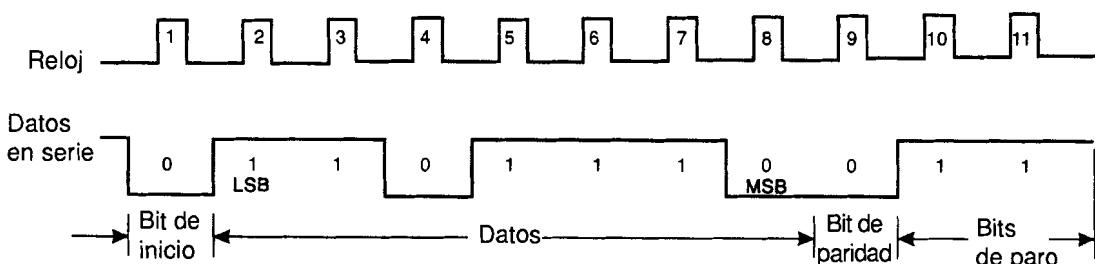
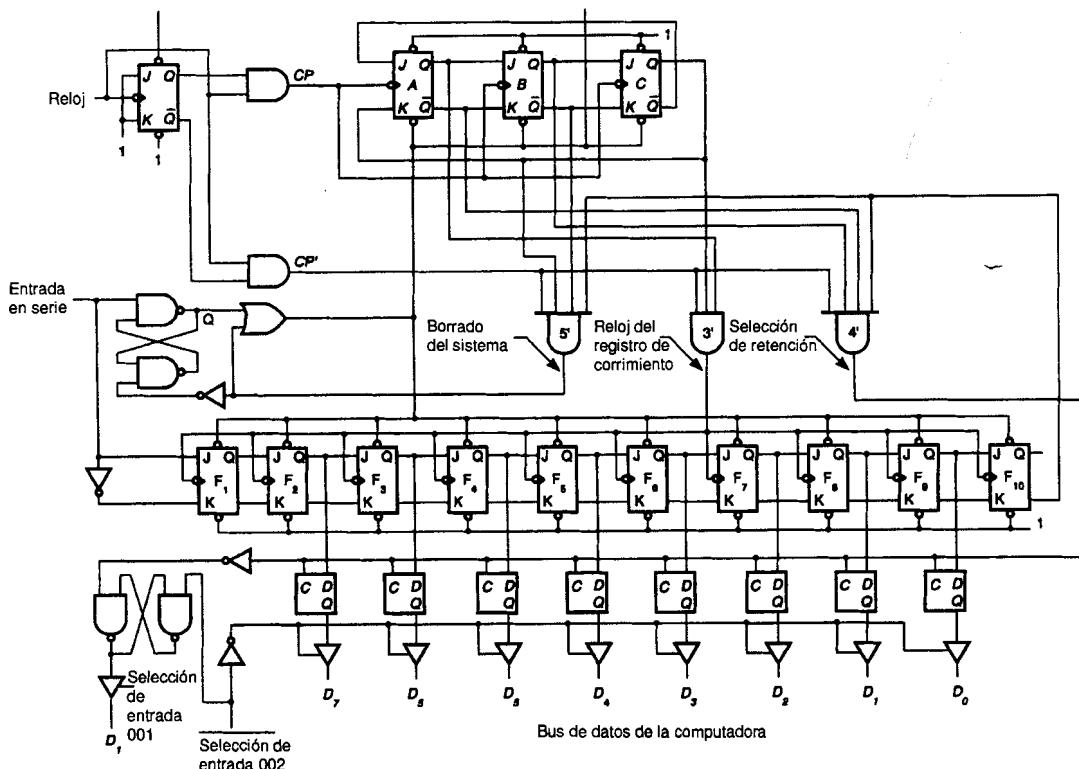

FIGURA 9-6 Formato serie asíncrono
FIGURA 9-8 Receptor serie asíncrono
Existen varios formatos estandarizados para la transmisión de datos en serie. Dos de ellos son la interfaz en serie RS232 empleada en las computadoras, y el lazo de corriente de 20 mA utilizado por los teletipos antiguos. La figura 9-6 muestra un formato de palabra típico de estas interfaces en serie. Esta forma de transmisión se conoce como **transferencia en serie asíncrona**.
Cada palabra comienza con un bit de inicio que va hacia el nivel BAJO, el cual da principio a la introducción de datos en el registro de corrimiento. Los siguientes siete bits son datos usualmente en código ASCII para las letras del alfabeto. Después de éstos sigue un bit de paridad y dos bits de paro, los cuales son 1. Nótese que se requieren 11 pulsos de reloj para introducir una palabra. Un teletipo típico trabaja a una velocidad de 110 baudios. Esto significa que si se emplea el formato de la figura 9-6, el dispositivo puede enviar o recibir 10 palabras o caracteres por segundo. Esta velocidad es muy lenta comparada con la de las computadoras de la actualidad, las cuales trabajan a velocidades iguales o mayores que 9600 baudios.
Ejemplo: ¿Cuál sería la forma de onda de la figura 9-6 si el número binario transmitido fuese 43 Hex?
El equivalente binario de 43 Hex es 1000011. El número binario de la figura 9-6 es 111011, el cual tiene un número impar de unos, con lo que el bit de paridad es 0. Lo anterior significa que se está utilizando un sistema de paridad impar. El número 43 Hex también tiene una paridad impar, de modo que el bit de paridad que se enviará es 0. Si se añade un 0
La figura 9-8 muestra un sistema lógico con entrada en serie diseñado para recibir datos en serie con el formato de la figura 9-6. Éste es un sistema típico que recibirá datos en serie y los retendrá en un conjunto de flip-
flops D para que un microprocesador los coloque en su memoria. En la actualidad, estos circuitos lógicos generalmente no se construyen a partir de compuertas básicas y flip-flops, sino como circuitos LSI en una unidad de circuito integrado. Estos circuitos LSI se conocen como CI **UART** e incluyen un sistema lógico transmisor de paralelo a serie y toda la lógica necesaria para verificar la paridad, los bits de paro y el encuadre de los datos recibidos. La mayoría de los CI LSI UART son programables por el microprocesador al que están conectados. La palabra UART son las siglas en inglés de transmisor receptor universal asíncrono. La figura 9-8 es un ejemplo de la forma en que puede construirse el receptor de un UART típico.
3. Dibuje la forma de onda para el equivalente binario del número 11 Hex utilizando el formato en serie de la figura 9-6. [1, 2, 3]